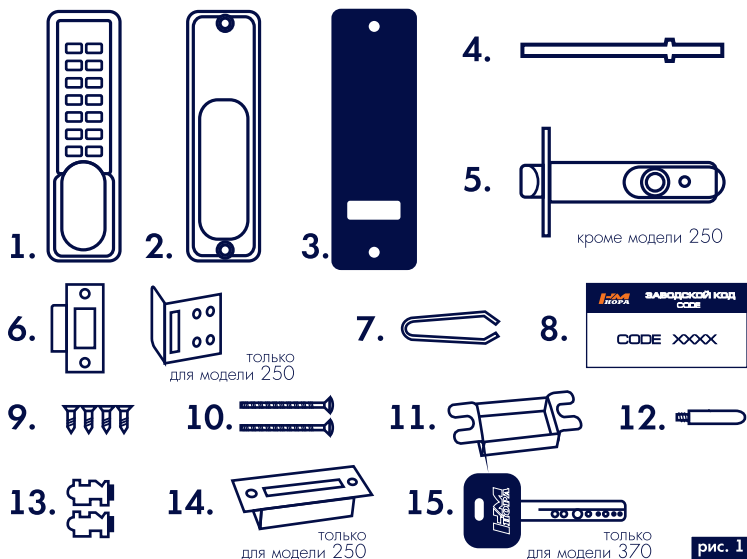
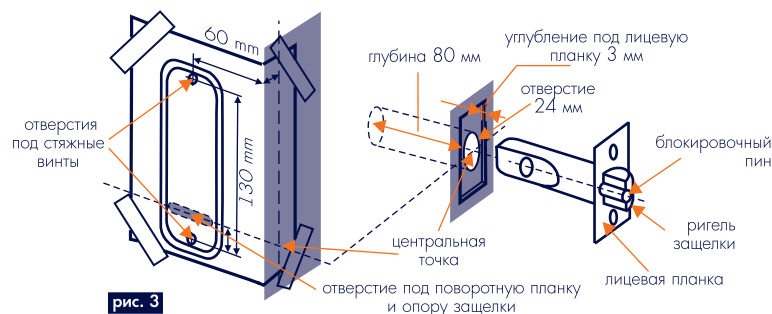

рис. 1
рис. 3
- Перед началом установки замка проверьте работоспособность всех его частей, наберите код (номер кода на карточке (8) **рис. 1**;
В модели 370 открытие замка осуществляется, как набором кода с карточки (8) **рис. 1**, при этом ручку корпуса замка нужно поворачивать против часовой стрелки, так и с помощью ключа, поворачивая его против часовой стрелки.
2.3 Разметка и установка защелки (5) (кроме модели 250)
- отметьте на торце двери центральную точку **рис. 3** там, где хотите установить защелку. Просверлите отверстие диаметром 24 мм и глубиной 80 мм;
- выньте защелку и стамеской на 3 мм углубите паз под лицевую планку защелки **рис. 3**. Убедитесь, что скос ригеля защелки **рис. 3** направлен в сторону закрывания двери.